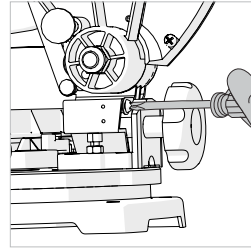

Abb. 10
- Die Schraube des Neigungswinkelzeigers mit einem Kreuzschlitzschraubenzieher Nr. 2 lösen. **(Abb. 10)**